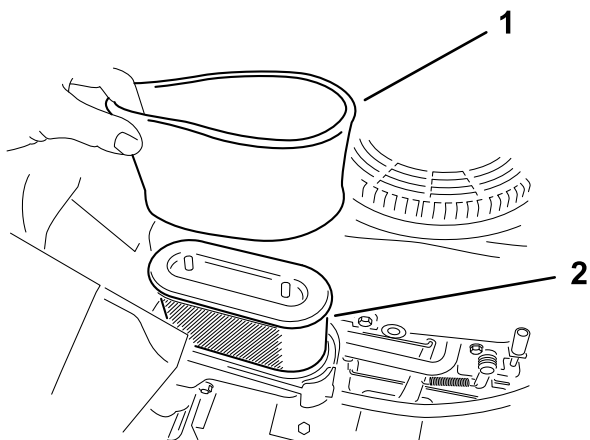

Figura 38
5. Cuidadosamente, retire os elementos de espuma e de papel da caixa do filtro de ar (Figura 38).
- Nota:** Se estiver muito sujo, substitua o elemento de papel (Figura 38).
1. Coloque o filtro de esponja no filtro de papel (Figura 38).